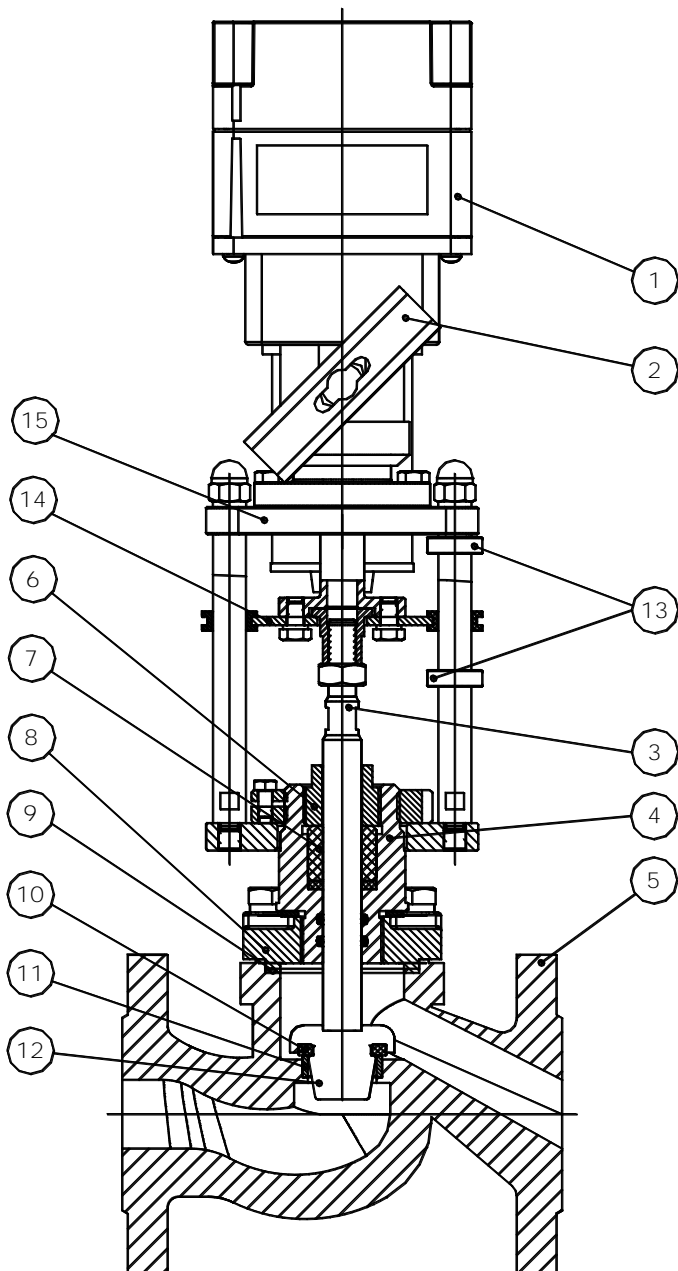
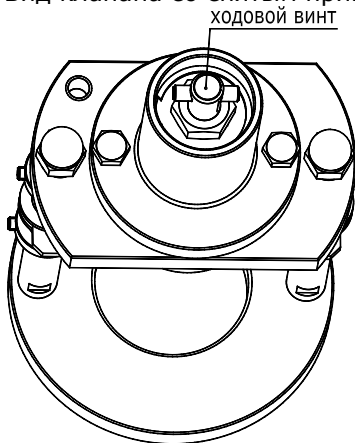

Рис. 5.1
Рис. 8.1
Вид клапана с электрическим исполнительным механизмом (приводом) АРВС.746967.110 приведен на рис. 5.1. Клапан состоит из следующих узлов и деталей:
- подать с управляющего устройства (регулятора) команду на открытие клапана, шток 3 (см. рис. 5.1) должен двигаться вверх;
- подать с управляющего устройства (регулятора) команду на закрытие клапана, шток 3 (см. рис. 5.1) должен двигаться вниз;
- Открутить ручку ручного управления (поз.2, рис. 5.1).
- Установить ручку ручного управления (поз.2, рис. 5.1) на ходовой винт (см. рис. 8.1).
Износ или повреждение прокладки	Заменить прокладку (поз.7, рис. 5.1).
Повреждена прокладка.	Заменить прокладку (поз.9, рис. 5.1).